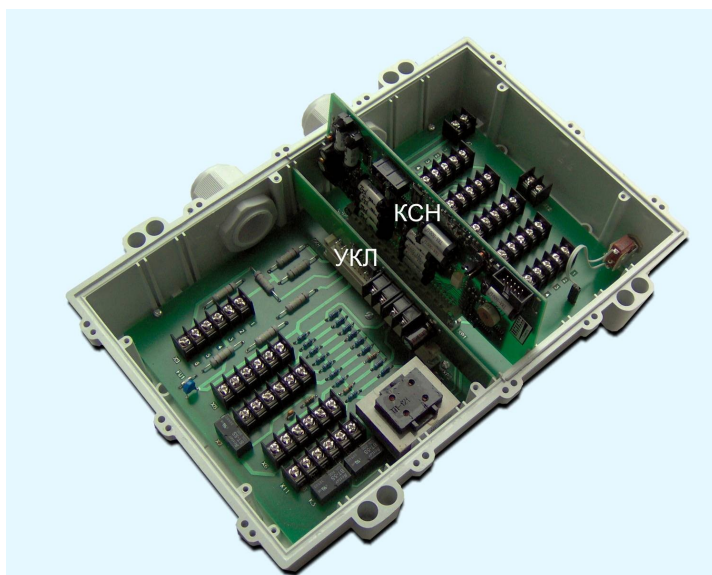

Рисунок 13 - Установка платы УКЛ
1) Установить на коммутационную плату блока БДК-Л-4М2-УКЛ, БДК-Л-3М2-УКЛ контроллер КСН и плату УКЛ (рисунок 13).